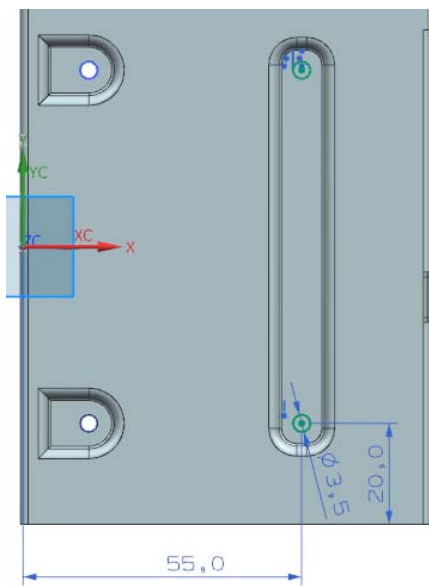

图 7-134 绘制草图
(3) 绘制如图 7-134 所示的裁剪轮廓。单击“完成”图标，草图绘制完毕。